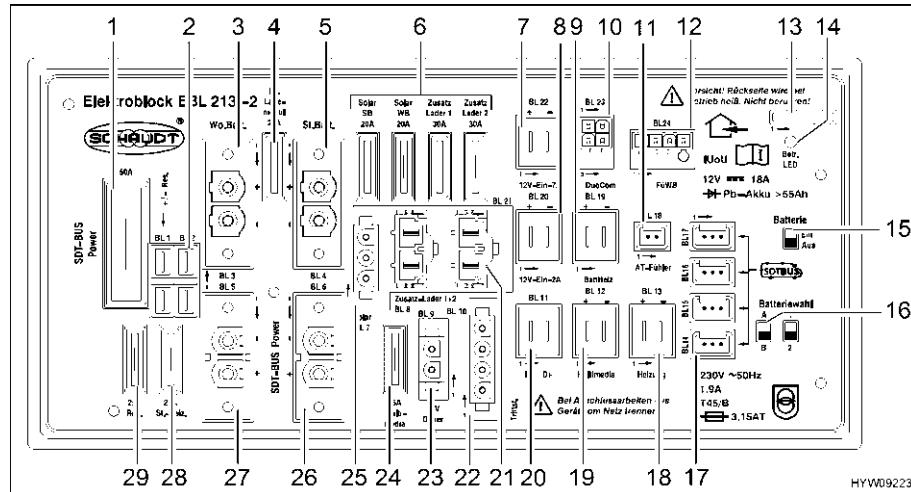

Fig. 115 Centralina elettrica (EBL 213)
- Portare l'interruttore staccabatteria (Fig. 115,15) sulla centralina elettrica EBL 213 in posizione "Aus" (spento).
- Portare l'interruttore staccabatteria (Fig. 115,15) sulla centralina elettrica EBL 213 in posizione "Ein" (acceso).
Entrambi i selettori batteria (Fig. 115,16) sono impostati in base al tipo di batteria in uso: